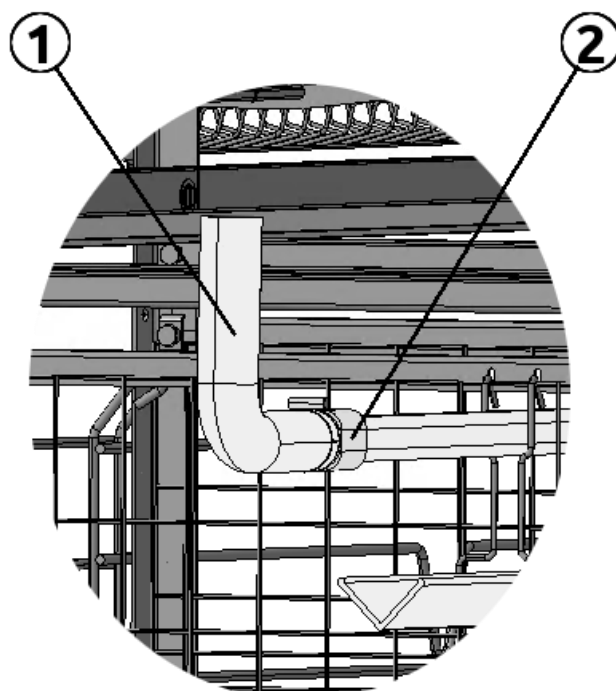

Рисунок 2.8
Узел визуального контроля уровня воды (рис. 2.8) устанавливается на приводных (задних) станциях клеточных батарей. Узел представляет собой гибкий прозрачный шланг (1), один конец которого соединен переходником (2) с линией труб поения, второй - фиксируется к приводной станции, выше линии труб поения. Прозрачный шланг позволяет контролировать требуемый уровень водяного столба в линии.